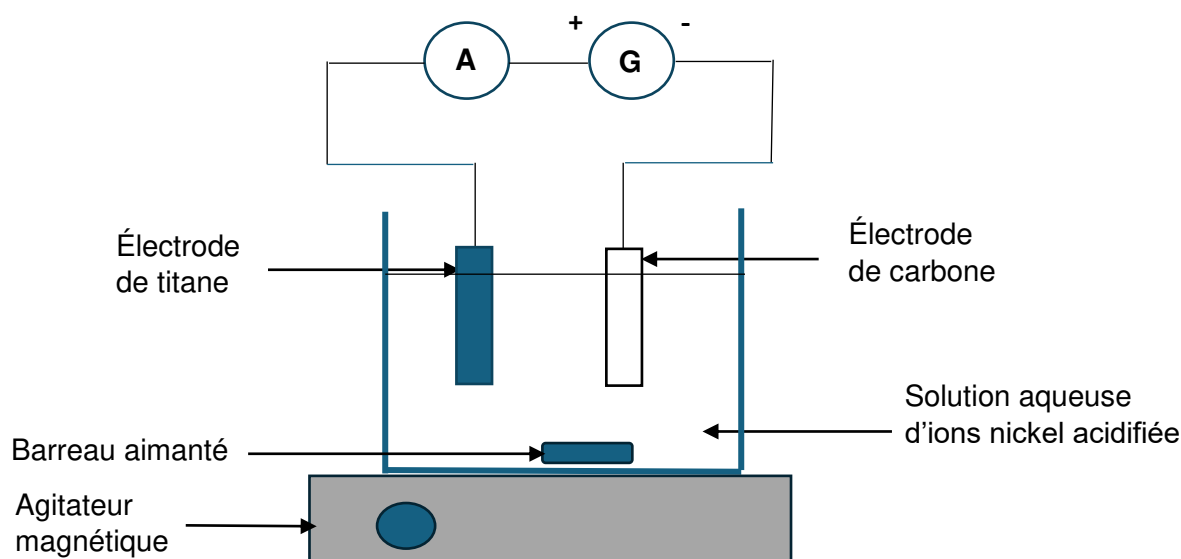

Figure 1 – Schéma du montage
**Q.6.** Reproduire un schéma simplifié du montage de la figure 1 et indiquer sur ce schéma :